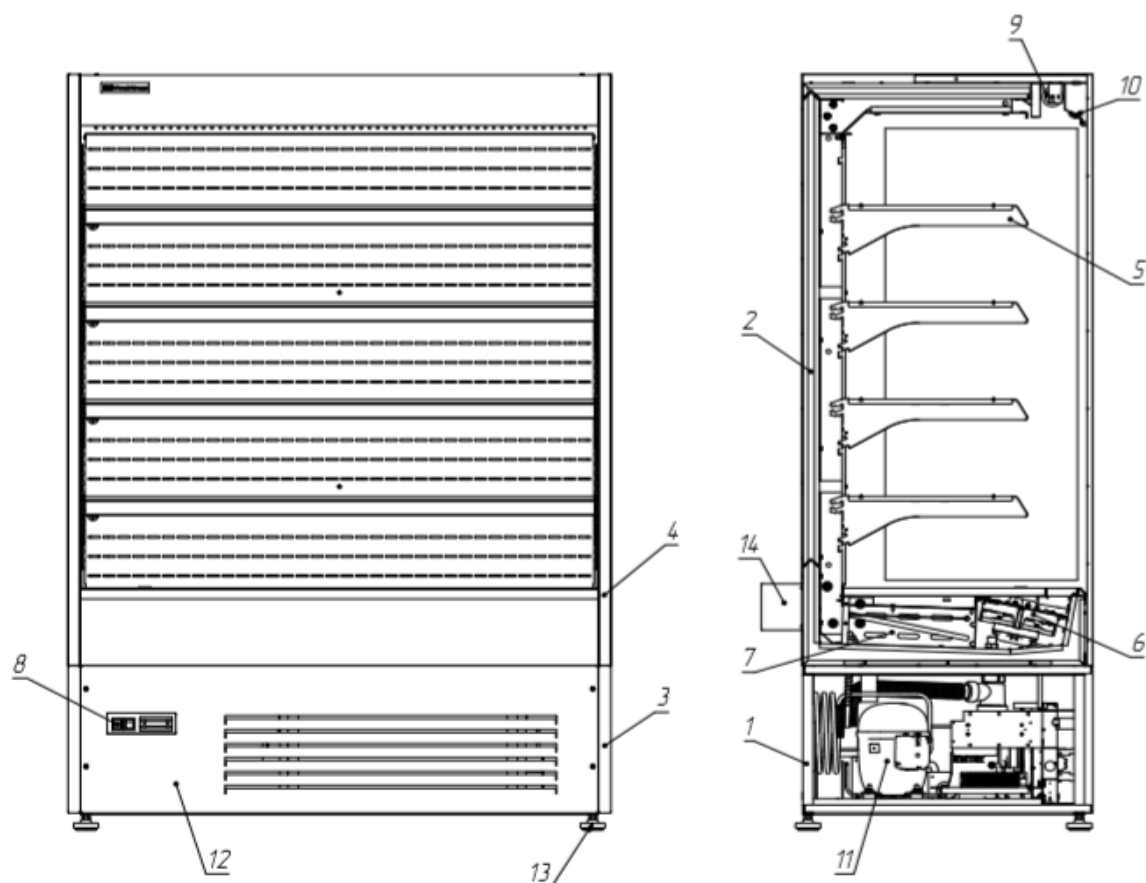

Рисунок 2 – Размещение основных узлов и комплектующих
- на пульте управления (поз.б рис.2) установить автоматический выключатель питания в положение соответствующее состоянию «ВКЛ». Включите освещение выключателем;